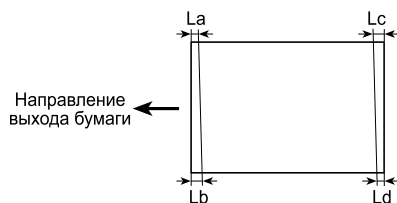

Рис. 21. Параметры регулировки горизонтального перекося
- на копии измерьте расстояние от края бумаги до линии во всех четырех углах (La , Lb , Lc , Ld) (см. рис. 21).